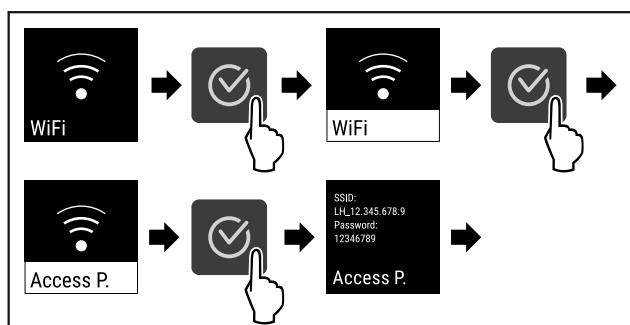

Fig. 84
- ▶ Atlikite veiksmus (žr. Fig. 84).